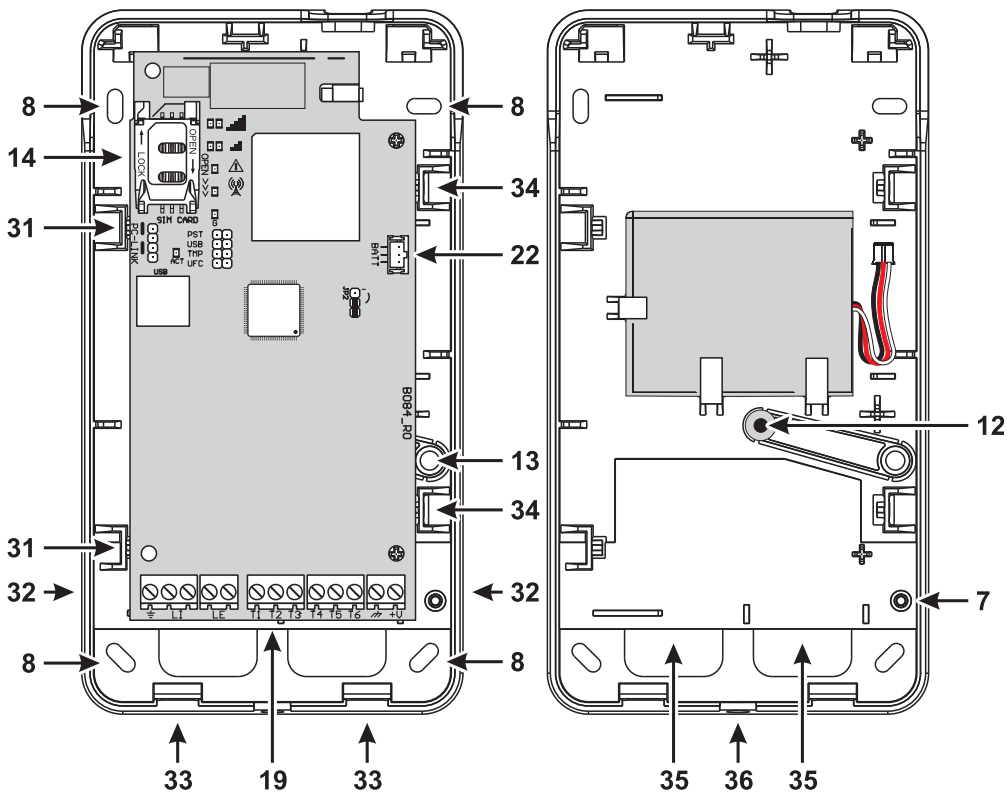

Figura 4 - Montaggio del Comunicatore con contenitore.
Il Comunicatore nella versione con contenitore va fissato ad una parete con viti e tasselli adeguati (non forniti) come descritto di seguito e illustrato nella Figura 4.
4. Posizionare la batteria come mostrato in Figura 4.